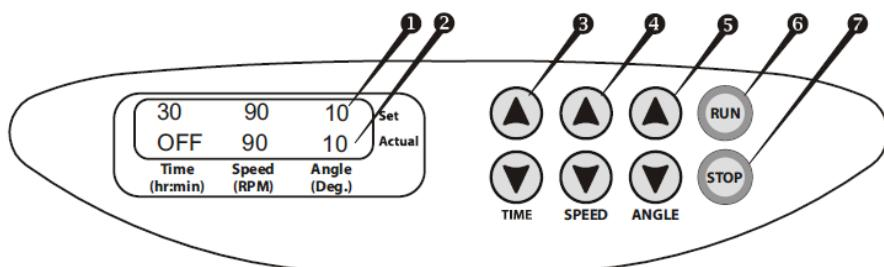

Fig.1. Panneau frontal
- 4.2. L'écran s'allumera : la ligne supérieure affichera la durée, la vitesse en TPM et l'angle d'inclinaison programmés précédemment (Set , fig.1/1), tandis que la ligne inférieure (Actual fig.1/2) indiquera les relevés réels des paramètres (0:00 — durée, indication de mode (STOP/ RUN)).
- 4.3. Réglage de la durée. Utilisez les touches **▼TIME** et **▲** (Fig. 1/3) pour programmer l'intervalle de durée de travail souhaitée en heures et en minutes (intervalle d'incrémentation de 1 min). Appuyez sur la touche pendant plus de 3 secondes pour augmenter l'incrémentation.
Remarque : Si la durée d'utilisation n'est pas programmée et que l'indicateur du minuteur affiche 0:00, appuyez sur la touche RUN (Fig. 1/6) pour que l'appareil se mette à fonctionner en continu jusqu'à ce que la touche STOP (Fig. 1/7) soit pressée.
- 4.4. Réglage de la vitesse. Utilisez les touches **▼SPEED** et **▲** (Fig. 1/4) pour régler l'intensité d'agitation souhaitée en oscillations par minute (intervalle d'incrémentation de 1 oscill./min.). Appuyez sur la touche pendant plus de 3 secondes pour augmenter l'incrémentation.
- 4.5. Réglage de l'angle d'inclinaison. Utilisez les touches **▼ANGLE** et **▲** (Fig. 1/5) pour régler l'angle nécessaire (intervalle d'incrémentation 1 °). Appuyez sur la touche pendant plus de 3 secondes pour augmenter l'incrémentation.
- 4.7. Appuyez sur la touche **RUN** (Fig. 1/6). La plate-forme se mettra à tourner et l'indicateur du minuteur commencera à décompter l'intervalle de temps (précis à 1 minute près).
- 4.8. Si la plate-forme est surchargée, le dispositif tentera à trois reprises de redémarrer (indication : DRIVER ERROR). Si les tentatives échouent, l'indication clignotante OVERLOAD apparaîtra sur l'écran, tandis qu'un signal sonore répétitif se fera entendre jusqu'à ce que la touche **STOP** (Fig. 1/7) soit pressée. Éliminez les causes possibles de la surcharge, puis retenez l'opération (voir paragraphe 4.6).